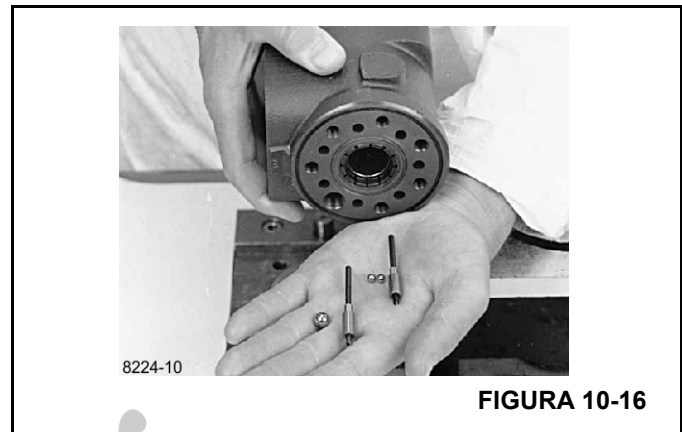

FIGURA 10-16
5. Retire la placa del distribuidor (12).
6. Retire el buje roscado (4) de la válvula de retención.
7. Retire el anillo "O" (11).
8. Sacuda la unidad para retirar la bola de la válvula de retención y los pasadores y las bolas de la válvula de aspiración (Figura 10-16).